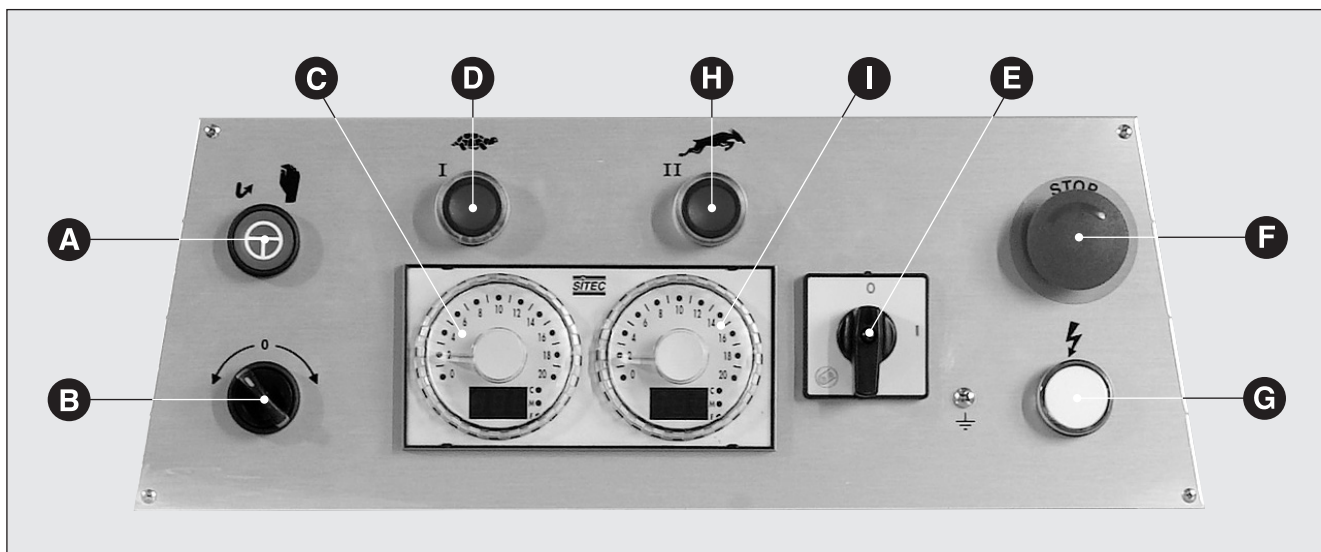

Abb. 1
3.1 FULLEN und INGANGSETZEN (Abb. 1)